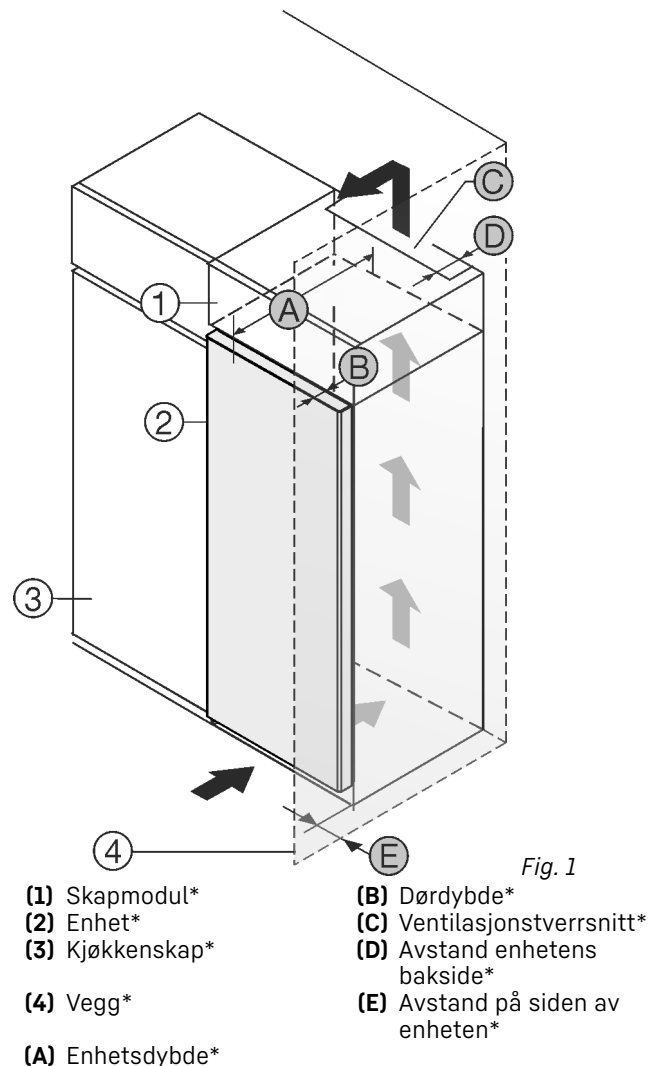

Fig. 1
Plasser enheten rett ved siden av kjøkkenskapet Fig. 1 (3).\*
På baksiden av skapmodulen over enheten må det installeres en ventilasjonskanal med dybden Fig. 1 (D) over hele skapmodulens bredde.\*
Ventilasjonstverrsnittet Fig. 1 (C) under taket i rommet må overholdes.\*
Hvis enheten plasseres med hengslene mot en vegg Fig. 1 (4), må avstanden mellom enheten og veggen være minst 13 mm.\*
Hvis enheten plasseres med hengslene mot en vegg Fig. 1 (4), må avstanden mellom enheten og veggen være minst 57 mm. Dette tilsvarer hvor mye håndtaket stikker ut når døren er åpen.\*